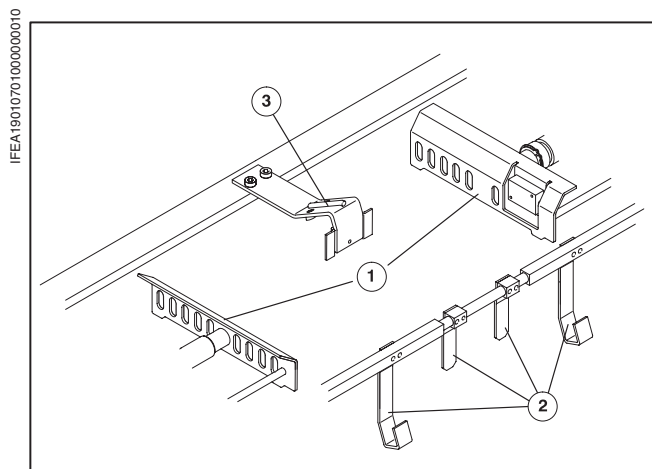
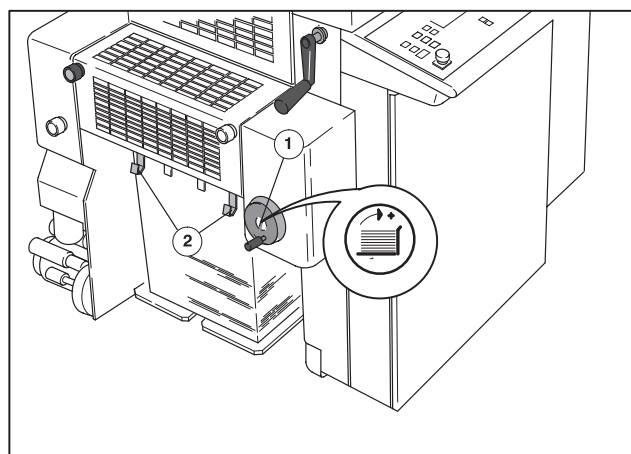

Рис. 2 Упоры листов на приемке
Рис. 3 Настройка на формат на приемке
Боковые упоры листов (Рис. 2/①) настраиваются на ширину листа одновременно с центральной настройкой на формат на самонакладе.
- ① После настройки устройства контроля двойного листа и автоматического изменения длины листа печатный лист транспортировать в приемку повторным нажатием кнопки Позиционирование устройства контроля двойного листа.
- ② Приложить лист к передним упорам листа (Рис. 2/②).
- ③ Отрегулировать задний упор листов (Рис. 2/③) с помощью кривошипной рукоятки (Рис. 3/①) на длину формата.
- ① Поднять передние упоры листов (Рис. 3/②).
- ② Положить листы на стальной стол.
- ③ Откинуть передние упоры листов (Рис. 3/②) вниз..
- ④ Приложить лист к передним упорам листов.
- ⑤ Отрегулировать задний упор листов (Рис. 2/③) с помощью кривошипной рукоятки (Рис. 3/①) на длину формата.